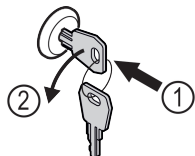

Fig. 124
- ▶ Sæt nøglen i. Fig. 124 (1)
- ▶ Drej nøglen 90° mod uret. Fig. 124 (2)